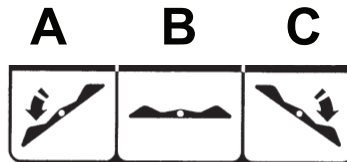

Figura 2 – Funzioni del freno/sterzo
Per innestare il freno, abbassare il lato freno (A) (Figura 2) del pedale (Componenti del prodotto (pagina 7)).
Per disinserire il freno, premere sul lato di sterzo (C) (Figura 2) del pedale (Componenti del prodotto (pagina 7)).